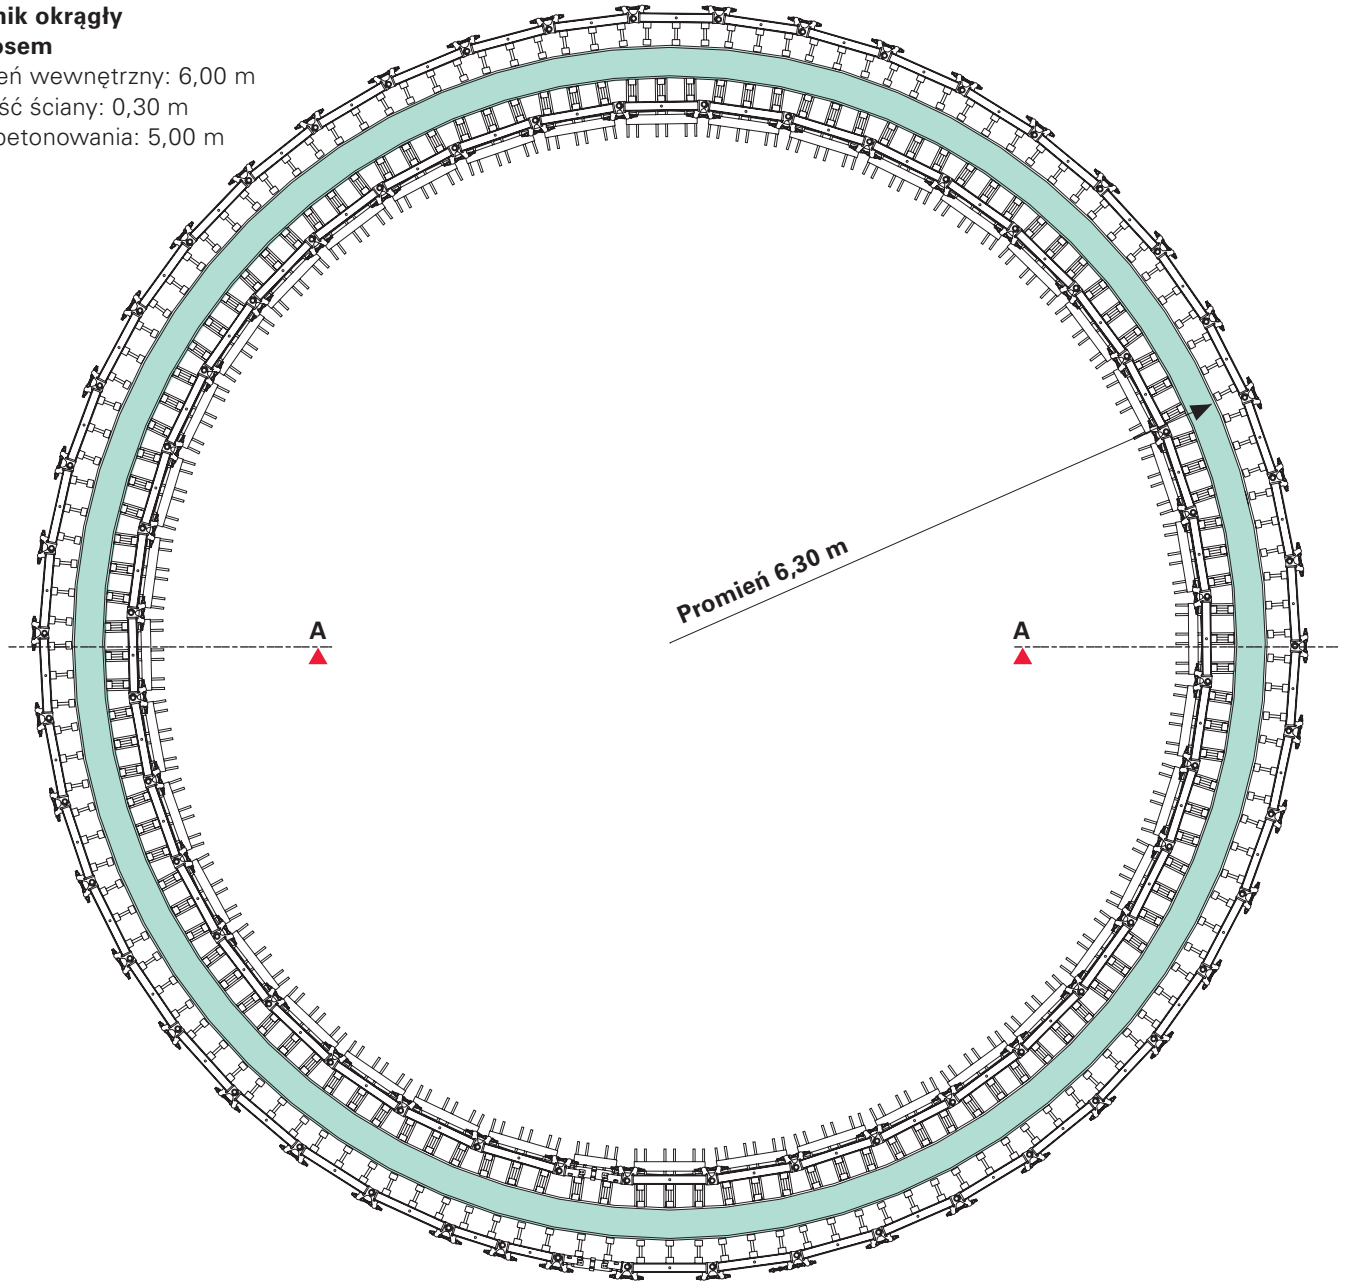

Rys. 3
3. Osadzić śruby nastawcze z nakręconymi nakrętkami M24 i dokręcić dwie nakrętki na wewnętrznym ryglu. Teraz należy za pomocą obydwu pozostałych nakrętek ustawić rygiel zewnętrzny na wywierconym otworze kontrolując daną czynność wzrokowo (rys.3). Dzięki takiemu postępowaniu niwelowany jest luz w sworzniu rygla przegubowego – w deskowaniu wewnętrznym na ściskanie, natomiast w deskowaniu zewnętrznym na rozciąganie. W razie potrzeby można teraz zamontować dźwigary.